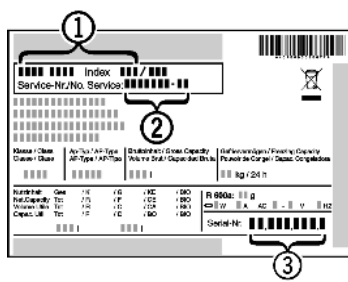

Fig. 24
- ▶ Odczytać z tabliczki znamionowej oznaczenie urządzenia Fig. 24 (1), nr serwisowy Fig. 24 (2) oraz numer seryjny Fig. 24 (3). Tabliczka znamionowa znajduje się po lewej stronie wewnątrz urządzenia.
- ▶ Poinformować serwis i podać opis zakłócenia, oznaczenie urządzenia Fig. 24 (1), nr serwisowy Fig. 24 (2) oraz numer seryjny Fig. 24 (3).